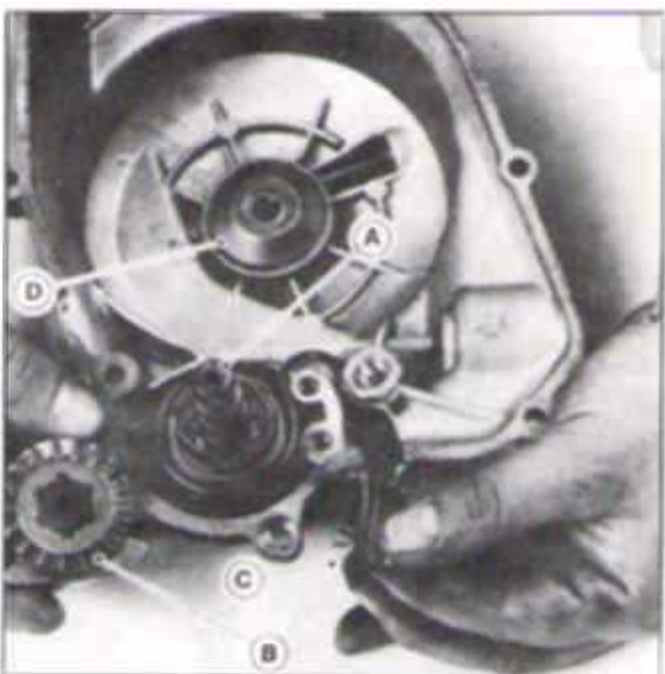

FIG. M53 - A. EIXO PEDAL DE ARRANQUE
6. Montar a chapa de deslizamento e a de fim de curso do pedal de arranque. Figura M53.